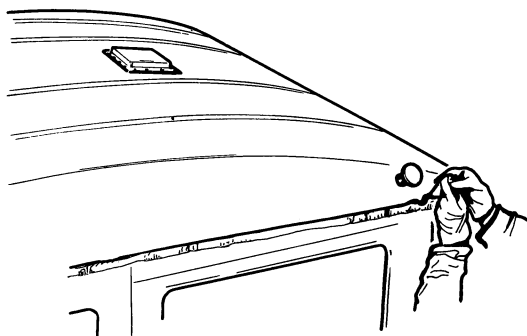

Fig. 9.
4. Giet het dik-vloeibare mengsel in een plastic puntzak. Door een gaatje in de bodem van de zak te knippen wordt een goedkope „wegwerpspuit” verkregen, waarmee de dakrand met Araldit kan worden opgevuld. (fig. 9).
5. Om te zorgen dat de Araldit niet over de dakrand heen druipt, kan de rand tijdelijk wat verhoogd worden met crêpe-plakband (fig. 9).
4. Verser le mélange pâteux dans un sachet en plastique conique. En coupant la pointe du cône, on obtient une seringue à emploi unique, à bon compte, qui permet de remplir le bord de la gouttière d'Araldit (fig. 9).
5. Pour éviter que l'Araldit ne déborde, le bord peut temporairement être rehaussé au moyen d'un papier crêpe adhésif (fig. 9).